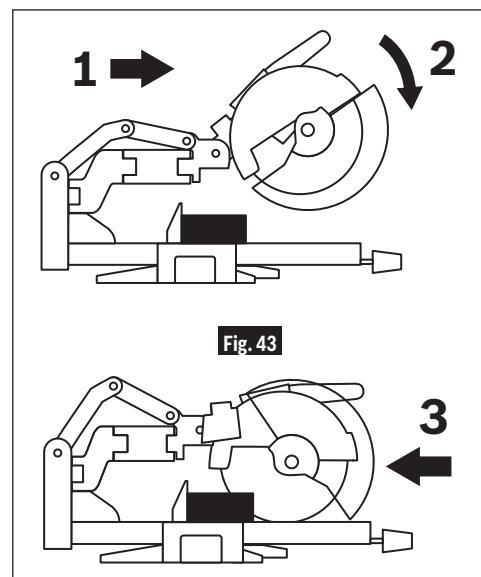

Fig. 43
- Saisissez la poignée de l'interrupteur et tirez sur l'ensemble de tête de scie (en position élevée – « UP ») pour l'éloigner du guide – voir la flèche 1 à la Fig. 43.
- Activez l'interrupteur, puis abaissez complètement l'ensemble de tête de scie – sur les matériaux de grandes dimensions, cette action peut également déclencher la coupe – voir la flèche 2 à la Fig. 43.
- Appuyez vers le bas et vers l'arrière pour que l'ensemble de tête de scie avance vers le guide et en position totalement reculée jusqu'à ce que vous ayez terminé la coupe. Voir la flèche 3 à la Fig. 43. REMARQUE : si vous constatez beaucoup de résistance, n'appliquez pas une force excessive – arrêtez de couper, attendez que la lame ait cessé de bouger et recherchez la cause du problème.
- Maintenez la tête de la scie abaissée jusqu'à ce que la lame cesse complètement de tourner. Remettez la tête de la scie en position élevée (UP) et retirez l'ouvrage.